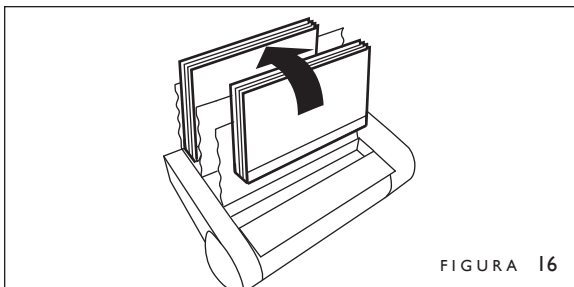

FIGURA 16
7. Apenas la pantalla muestre el mensaje "RETIRAR LIBRO" ("REMOVE BOOK"), retire el documento y colóquelo contra una guía de enfriamiento (figura 16). Deje que el documento se enfríe durante cinco minutos.